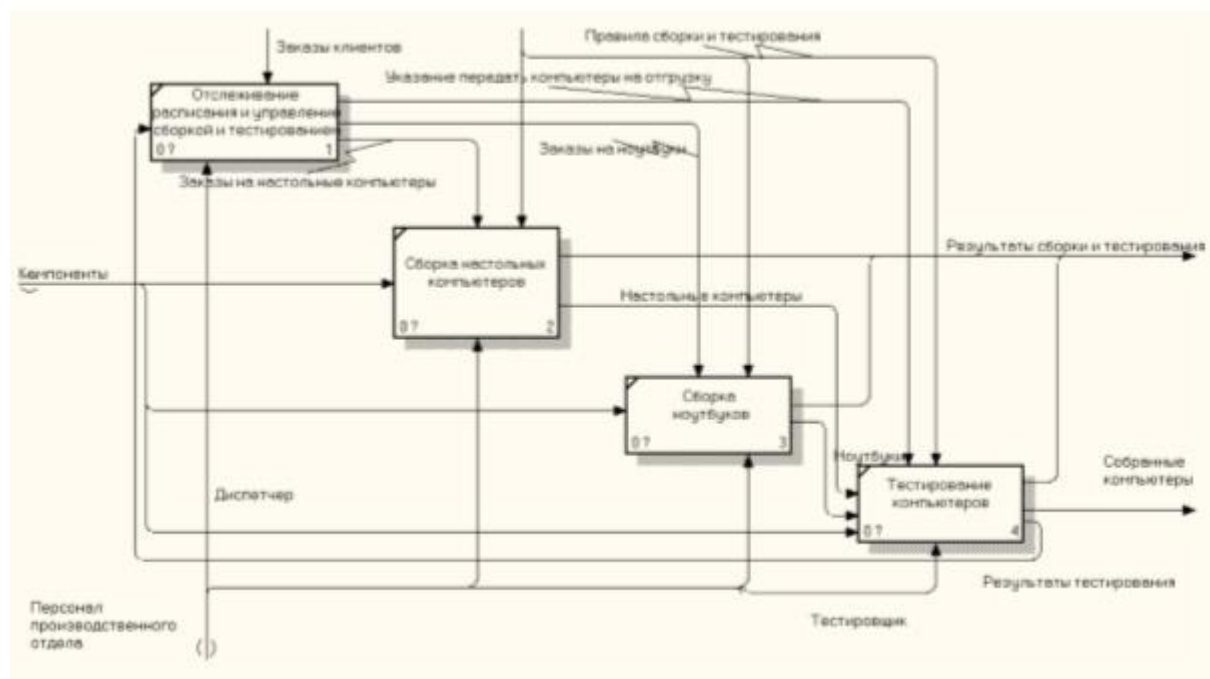

Рисунок 9 - Результат выполнения упражнения 3
12.Туннелируйте и свяжите на верхнем уровне граничные стрелки если это необходимо. Результат выполнения упражнения показан на рис.9.